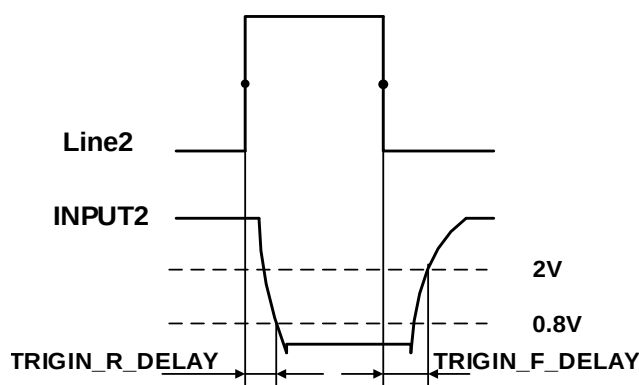

图 7-39 Line2 配置为输入引脚时电路延时参数
- 输入上升沿延时：<2 μ s（0°C~45°C），参数说明见图 7-39
- 输入下降沿延时：<2 μ s（0°C~45°C），参数说明见图 7-39